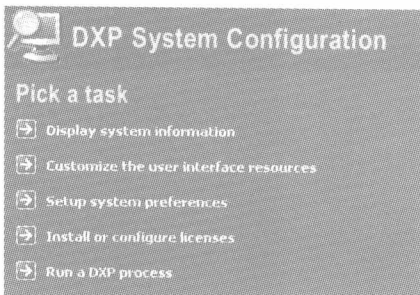

图 1.3 DXP 系统配置选项
② “Device Management and Connections” (器件管理和连接): 选择该选项可查看系统所连接的器件 (如硬件设备和软件设备)。
③ “Configure DXP” (DXP 系统配置): 选择该选项后, 系统会弹出如图 1.3 所示的系统配置选择项, 此时用户可以选择自己需要的操作。当然这些操作也可以从 DXP 菜单中选择。